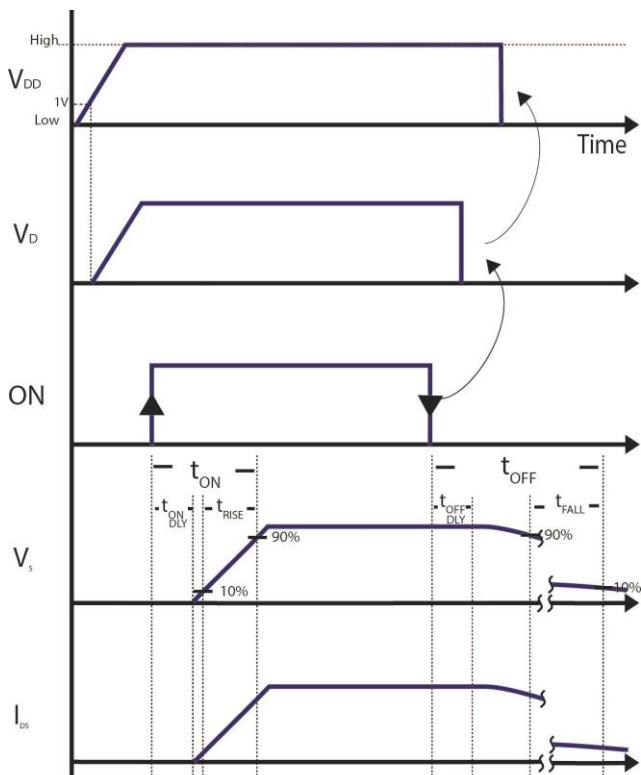
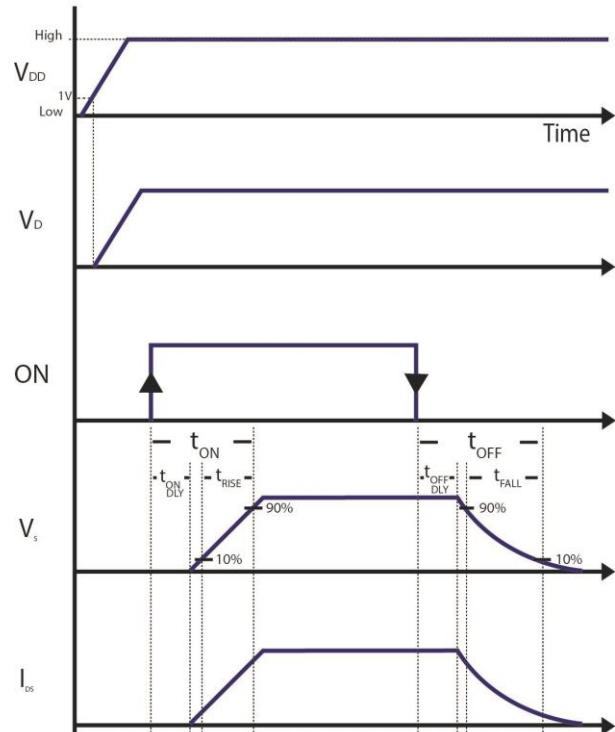

図3. 一般的な回路動作のタイミングチャート
図4. 一般的な回路動作のタイミングチャート
図 3、図 4 には、Renesas Electronics の GreenFET 製品 (IPS の一種) を動作させる手順が示されています。IPS には、最初に VDD、次に VD を印加します (同時印加も可)。VDD が起動電圧 (Typ 値) 1V 以上のとき、内蔵のステートマシンが起動します。VDD が 1V を超えると、VD も有効になります。VDD と VD がそれぞれの電圧に安定すると、ON 端子は Low から High (アクティブ High オプション)、または High から Low (アクティブ Low オプション) とされます。ON 端子が High のとき、ソース側の電圧 (VS) は、TON DLY 後に VD まで上昇します。出力電圧 VS 立ち上がり時間 tRISE は、VS の定常状態の値の 10%から 90%までの時間で定義されます。
ディスチャージ機能が無い場合、ON 信号が Low になっても負荷側の負荷容量 CLOAD に蓄えられた電荷が抜けることなく留まり、電圧 VS が維持されます。図3は、この様子を表したものです。
ディスチャージ機能をもった Renesas の集積化パワースイッチを選んだ場合、図4に示すようにディスチャージ回路によって、ON 端子が Low になってから出力電圧 VS の低下する時間が短縮されます。ON 端子が Low に落ちてから VS が低下し始めるまでの遅延を、tOFF DLY と呼んでいます。また、ON 端子が Low に落ちて、VS が低下し始めてからピーク値の 10%まで低下するまでの時間を、tOFF で表しています。ディスチャージ回路は、RC 回路の電圧変化に似た応答を持つので、初期値から見て指数関数的な電圧低下になっています。